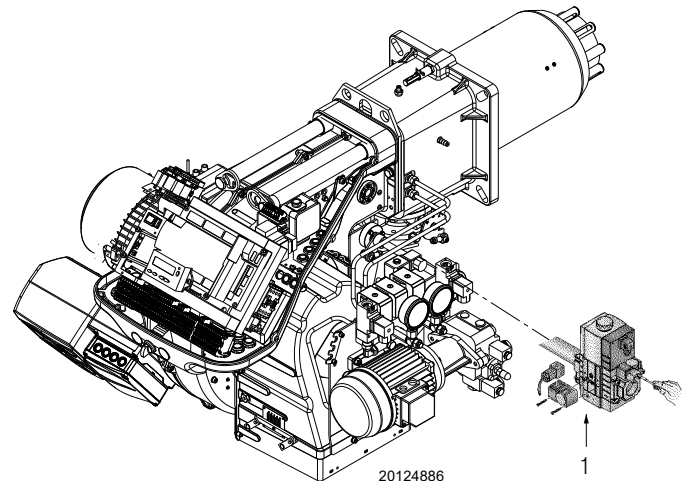

Рис. 38
- Перевірте тиск подачі газу, підключивши манометр до контрольної точки 1)(Рис. 38) реле мінімального тиску газу: тиск має бути нижчим за максимально допустимий тиск газового тракту, вказаний на таблиці з технічними характеристиками.
- Випустіть повітря з трубопроводу газового тракту, під'єднавши пластикову трубку до контрольної точки 1)(Рис. 38) реле мінімального тиску газу. Виведіть пластикову трубку за межі будівлі та дочекайтеся появи запаху газу.